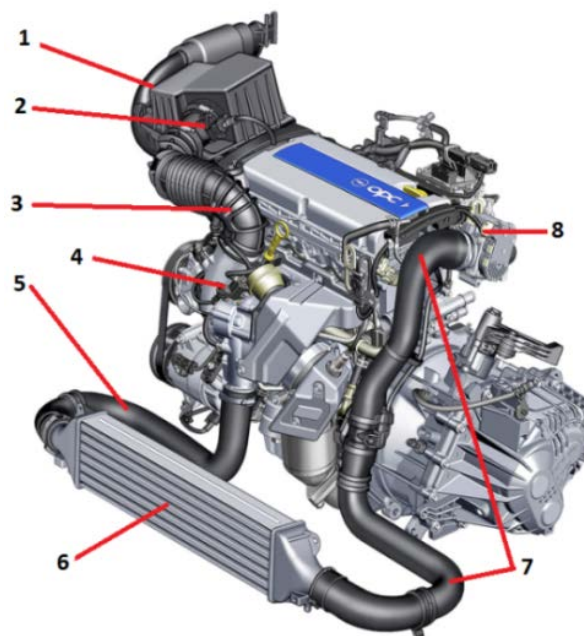

Рис. 1. Элементы системы впуска двигателя с турбонаддувом:
- Любая модификация и замена элементов 1, 3, 5, 6, 7 на рис. 1.